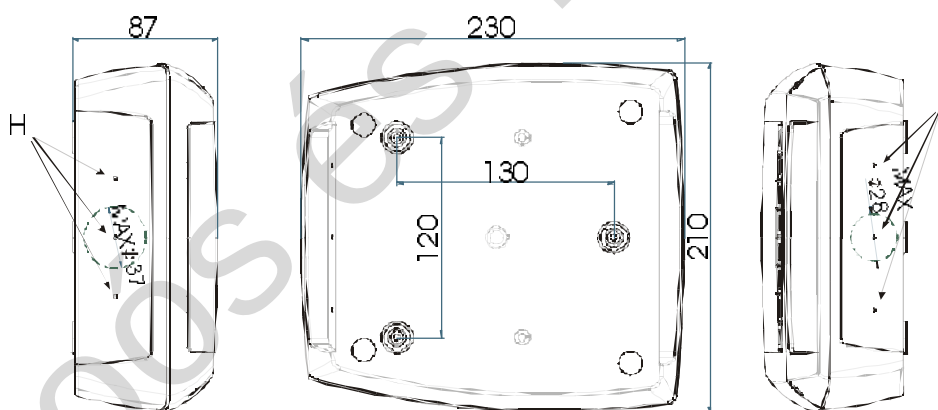

FIG. 3
3. Alakítsa ki a kábelcsatorna és a csőcsatorna részére szükséges nyílásokat. (Fig. 3, H, I, J). Ezután fúrjon 3 lyukat a falba az ábrán jelzettek alapján, hogy rögzíteni tudja a készüléket. (Fig. 3, L, M, N)
5. Helyezze a falba a csomagban található tipliket, majd a 3 csavar és o-gyűrűk segítségével rögzítse a készülék hátoldalát a falra. (Fig. 3, L, M, N)
5. Alakítsa ki a kábelcsatorna és a csőcsatorna részére szükséges nyílásokat. (Fig. 3, H, I, J). Fix the cable presses and the pipe presses..